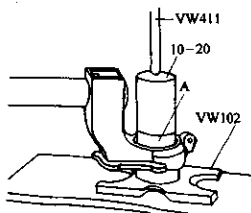

图 3-157 将轴承 A 压至终止位置
1) 先装外弹簧挡圈, 在车轮轴承座涂上润滑脂, 然后压入轴承, 压至极限位置, 最后装上内弹簧挡圈, 如图 3-157 所示。